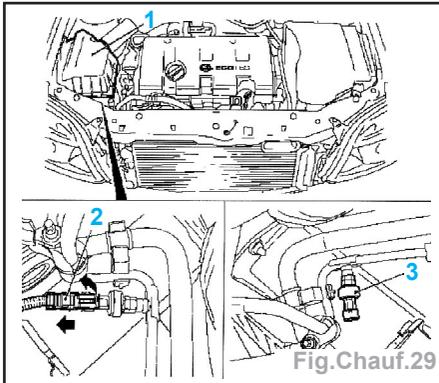

Fig.Chauf.29
- Débrancher la connexion (**2**) et le capteur (**3**) (Fig.Chauf.29).